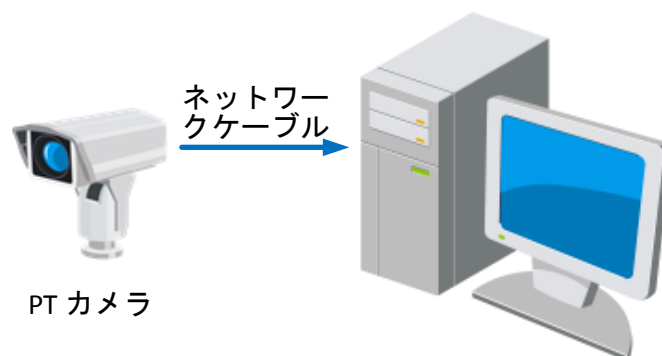

図 2-1 直接接続
- ネットワーク測位システムをテストする場合、図 2-1 に示すように、ネットワーク測位システムをコンピューターにネットワークケーブルで直接接続できます。